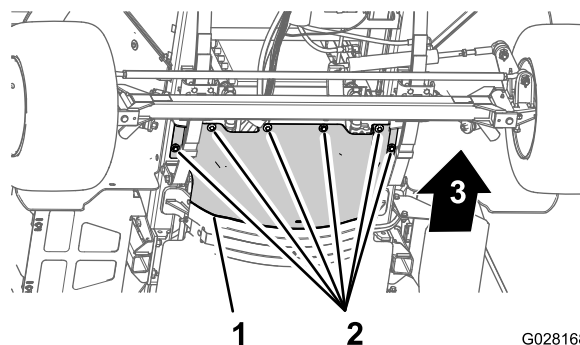

図 65
3. 前側防熱シールドをシャーシに固定しているソケットヘッドボルト6本とワッシャ6枚を外してシールドを取り外す 図 65。